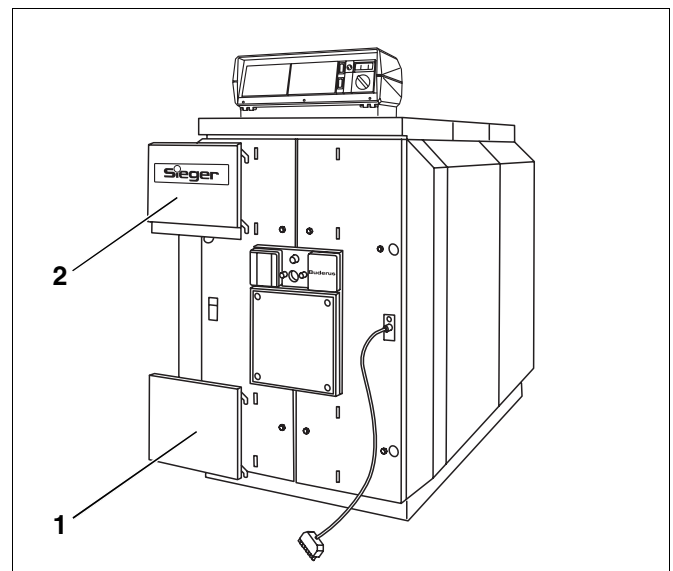

Abb. 58 Brennerkabelblenden einhängen
- Brennerkabelblenden in die Brennerkabelverkleidung einhängen (Abb. 58, **Pos. 1 und 2**).